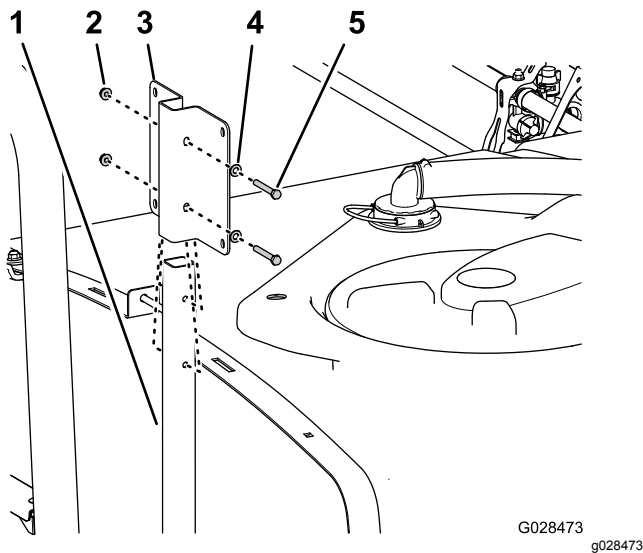

Figura 36
1. Alinee los taladros del soporte del depósito de agua limpia con los taladros del tubo de sujeción (**Figura 36**).
2. Sujete el soporte al tubo (**Figura 36**) usando 2 pernos con arandela prensada ($\frac{5}{16}$ " x $2\frac{1}{4}$ "), 2 arandelas ($\frac{5}{16}$ ") y 2 contratuercas con arandela prensada ($\frac{5}{16}$ ").